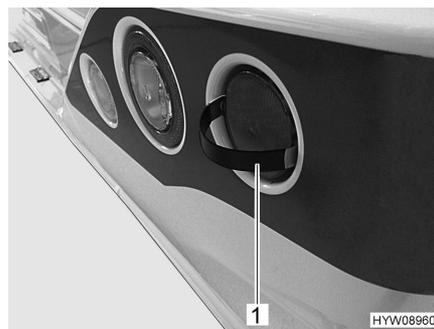

Bild 101 Abdeckung abnehmen
- Rastungen des mitgelieferten Werkzeugs (Bild 101,1) wie dargestellt neben der Abdeckung einstecken.